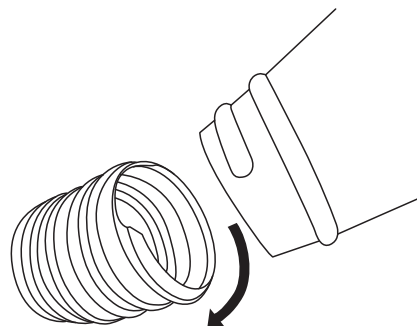

Fig. 14a
- Gire **hacia la derecha** para quitarlo (Fig. 14a).